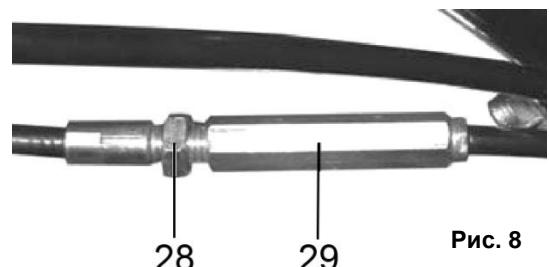

Рис. 8
- Рычаги (2) и (3) привода колес и шнека должны полностью прижиматься к рукоятке управления. Если этого не происходит, значит, тросики перетянуты, и их необходимо ослабить.
- Отрегулируйте приводные тросы с помощью резьбовой втулки (29)(См. Рис.8), расположенной в средней части троса.
- Для натяжения тросика: ослабьте гайку (28), а затем переместите резьбовую втулку (29) вверх и затяните гайку (28)(См. Рис.8) до втулки.
- Для ослабления тросика: ослабьте гайку (28) и переместите резьбовую втулку (29) вниз и затяните гайку (28) до втулки.